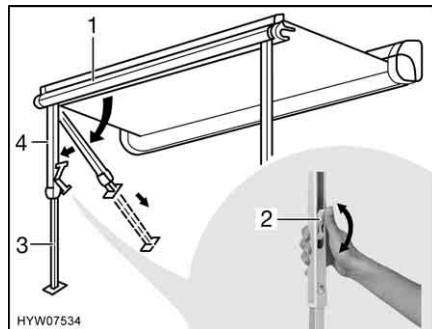

Fig. 18 Installazione dei montanti di supporto
- Rimuovere i montanti di supporto (Fig. 18,4) dal listello anteriore (Fig. 18,1) esercitando una leggera pressione verso l'esterno, quindi ribaltarli e collocarli.
- Aprire il bloccaggio sui montanti di supporto. A tal fine ripiegare la leva di serraggio (Fig. 18,2) verso l'alto.
- Estrarre la parte inferiore dei montanti di supporto (Fig. 18,3) fino alla lunghezza desiderata.
- Chiudere il bloccaggio presente sui montanti di supporto. A tale scopo, spingere la leva di serraggio (Fig. 18,2) verso l'alto.